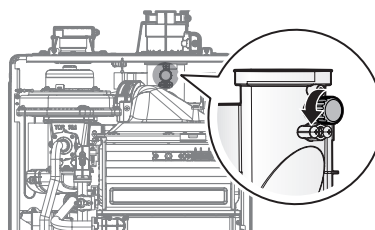

Figure 7. Insertion de l'analyseur
- a. Ouvrez le couvercle du port de surveillance des émissions, comme illustré à la figure 7.